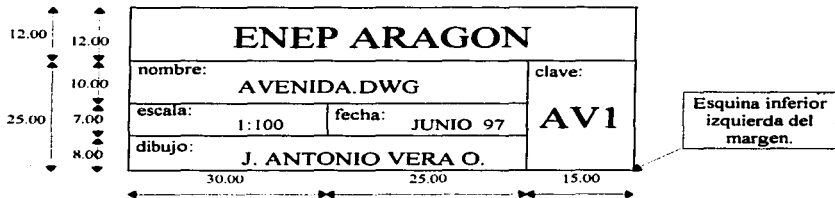

FIG. 3.10 CUADRO DE DATOS.
**Prenda** el layer 0 y **póngalo** activo, necesita hacer un cuadro de datos como el de la FIG. 3.10, utilice como punto de referencia la esquina inferior izquierda del margen y constrúyalo con las medidas indicadas. Después **ejecute** el comando **dtext** e inserte los siguientes datos:
**Ejecute** el mismo comando para los siguientes textos y utilice las coordenadas que se encuentran entre paréntesis, para ubicar el inicio de cada texto; fecha: (176,22), dibujo: (146,15), clave: (201,32), 1:100 (160,20) y JUNIO 97 (186,20). Ver FIG. 3.10.
Utilice la opción "J" para justificar al centro e inserte su nombre en su lugar correspondiente, ver FIG. 3.10.
Utilice el nuevo estilo de letra para crear los dos textos faltantes, ver FIG. 3.10.